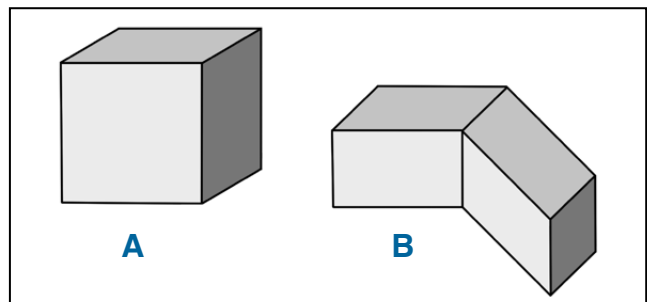

Figura 1. Esempi di edifici con diverso fattore di forma S/V.
Il rapporto S/V, o rapporto di forma, identifica la compattezza dell'edificio, in quanto indica il rapporto tra la superficie esposta allo scambio termico e il volume dell'edificio. Un edificio più compatto presenta, a parità di volume, una minore superficie esterna e, quindi, una minore attitudine a disperdere il calore verso l'esterno. Facciamo un esempio: nella figura 1 sono riportati due edifici di pari volume: uno cubico (A) e uno di forma più articolata (B). L'edificio di forma A risulta più compatto rispetto a quello di forma B, caso in cui il calore trova molte più superfici disperdenti per uscire dall'involucro. Questo significa che, a parità di volume e a parità di prestazioni termiche degli elementi edilizi (pareti, solai, finestre, ecc.), l'impianto di riscaldamento dovrà fornire maggiore energia per raggiungere lo stesso livello di comfort interno, a meno che l'edificio più articolato non venga isolato di più rispetto a quello compatto.